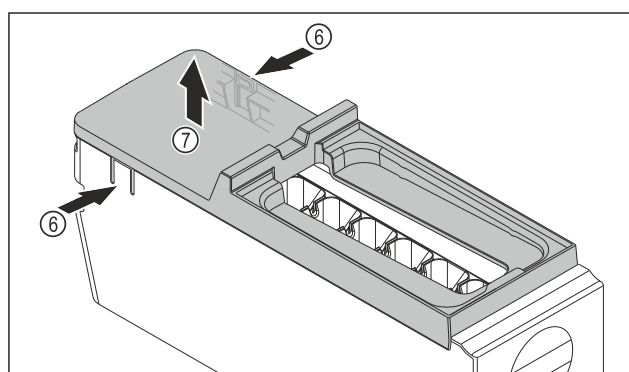

Fig. 83
- Ta bort skyddet på EasyTwist-Ice-enheten: Tryck på skenor Fig. 83 (6) på båda sidor av EasyTwist-Ice-enheten med en hand.
- Ta bort skyddet Fig. 83 (7) uppåt med andra handen.